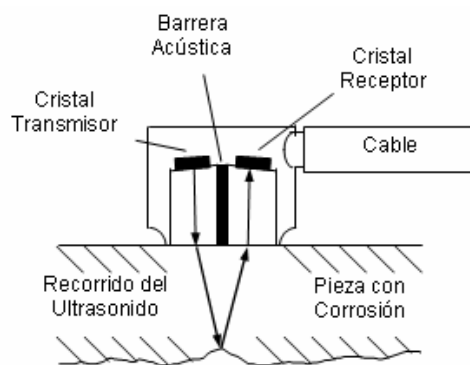

Figura No. 22: Transductor dual
- El diseño del haz inclinado proporciona un pseudo-foco que los hace más sensibles a ecos de reflectores de forma irregular, tales como corrosión o picaduras (figura No. 22)